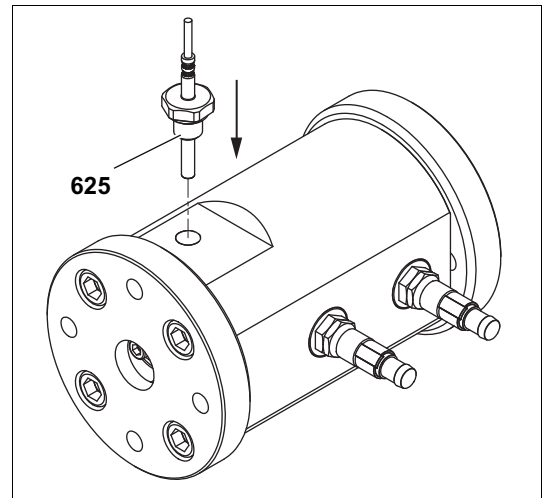

Abb. 10 EET in OMP montieren
4. Sensor bis zum Anschlag in Sensorbohrung einschrauben, siehe Abb. 10, Seite 16, maximales Anziehdrehmoment 30 Nm.